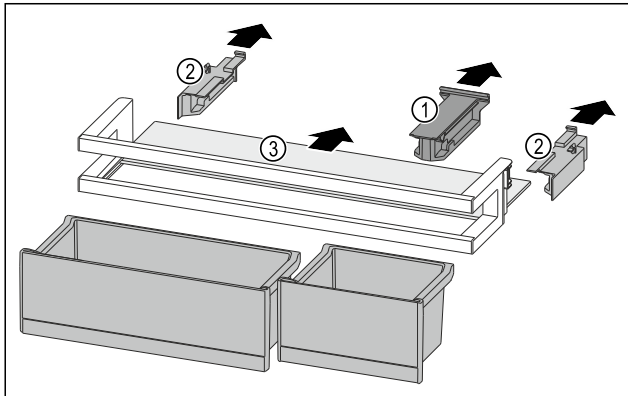

Fig. 118
- ▶ 拉出定位件 Fig. 118 (1)。
- ▶ 拉出侧面部分 Fig. 118 (2)。
- ▶ 取出搁板 Fig. 118 (3)。